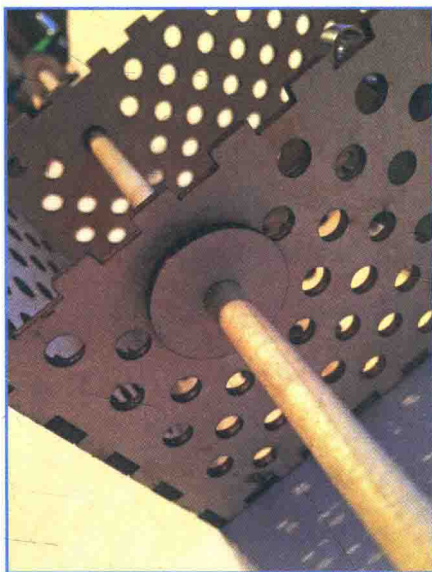

图 7.7 使用木制垫圈固定木钉
2. 添加轮轴。将木钉穿过内舱，两侧大约各露出 6 英寸（15.24 厘米）。用木胶将木制垫圈（激光切割设计的一部分）固定在木钉上，图 7.7 中可以看到垫圈的样子。